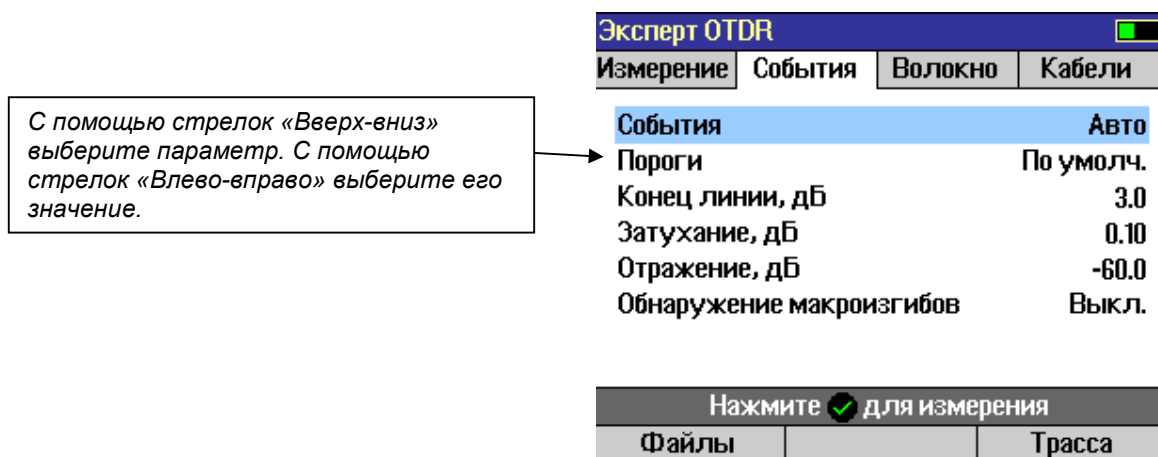

Рис.6
9.3.2. Параметры автоматического поиска события организованы в отдельной закладке, переход в который производится с помощью кнопки □. При этом светится закладка «События», рис. 6.